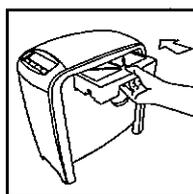
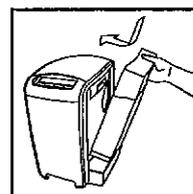

Fig. 10
Fig. 11
- Remettez l'ensemble de filtration dans le boîtier du laveur d'air, tel qu'illustré (fig. 10). Remplacez alors le réservoir d'eau (fig. 11).